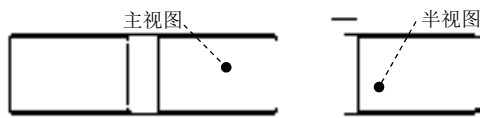
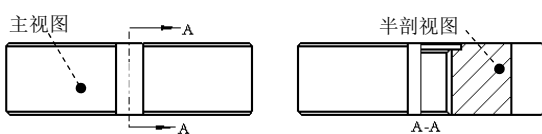

图 3.8.14 半视图
图 3.8.15 半剖视图
半视图和半剖视图分别如图 3.8.14 和图 3.8.15 所示，下面分别介绍其操作步骤。
Step2. 选取图 3.8.14 所示的主视图，然后右击，从弹出的快捷菜单中选择  投影 命令。
Step2. 选取图 3.8.15 所示的主视图，然后右击，从弹出的快捷菜单中选择 **投影** 命令。
(1) 选取图 3.8.15 所示的半剖视图, 右击, 从弹出的菜单中选择 **添加箭头** 命令。
(2) 在系统 **给箭头选出一个截面在其处垂直的视图。中键取消。** 的提示下, 单击主视图, 系统自动生成箭头。